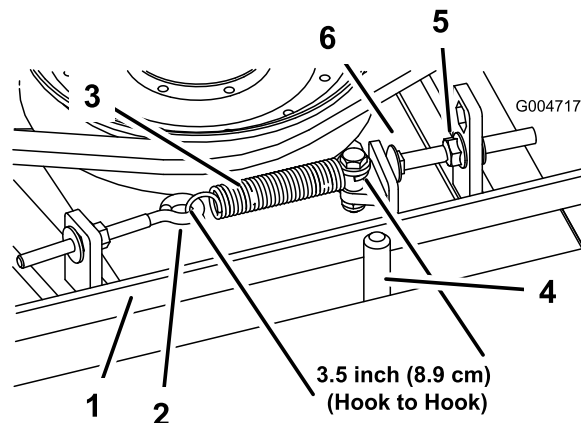

Bild 64
Haken) innen ungefähr $8,9 \text{ cm} \pm 6 \text{ mm}$ betragen. Wenn die Federspannung richtig ist, stellen Sie die Anschlagsschraube (Schlossschraube) ein, bis der Abstand zwischen dem Schraubenkopf und dem Spanner ungefähr $3 + 1,5/0,0 \text{ mm}$ beträgt (Bild 64).
Hinweis: Achten Sie darauf, dass der Riemen auf der Federseite der Riemenführung positioniert ist (Bild 64).
2. Lösen Sie den Augenbolzen, um die Verlängerungsfeder abzunehmen (Bild 64).
3. Lösen Sie die Bundmutter, mit der die Anschlagsschraube an der Befestigungslasche befestigt ist. Schieben Sie die Mutter so weit zurück, dass der Spannarml an der Anschlagsschraube vorbeigeführt werden kann (Bild 64). Bewegen Sie die Spannscheibe vom Riemen weg, um diesen zu entspannen.
- Setzen Sie die Verlängerungsfeder (Bild 64) wieder in den Augenbolzen ein und spannen Sie den Riemen wie folgt: